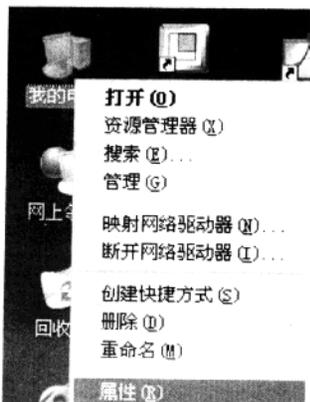

图 1-1 “我的电脑”屏幕菜单
(1) 鼠标指到桌面上“我的电脑”图标，单击鼠标右键，显示如图 1-1 所示屏幕菜单。